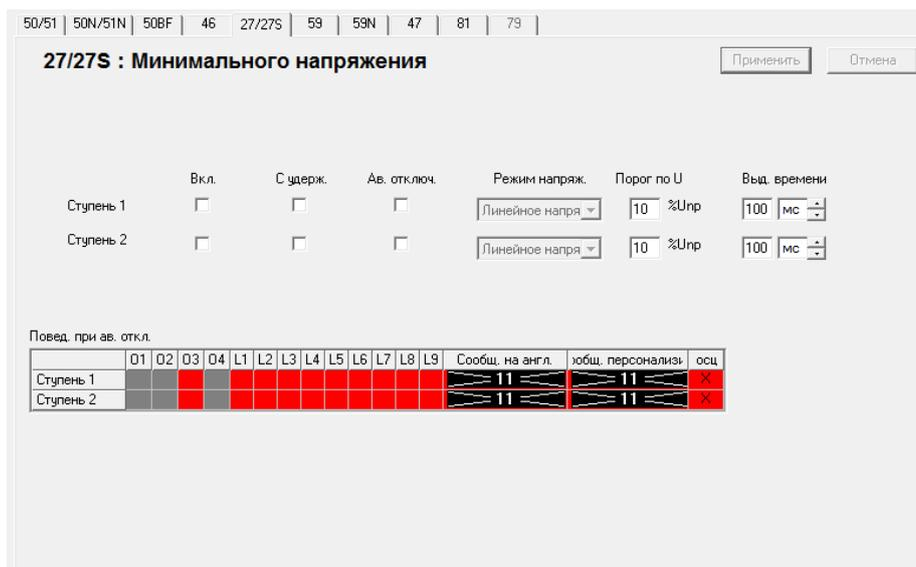

Рис. 5.12. Окно настройки защиты минимального напряжения
- Защита минимального напряжения 27/27S (рис. 5.12).
Защита минимального напряжения (рис. 5.12) содержит 2 ступени, является трехфазной и срабатывает в соответствии с параметрированием по фазному или линейному напряжению: